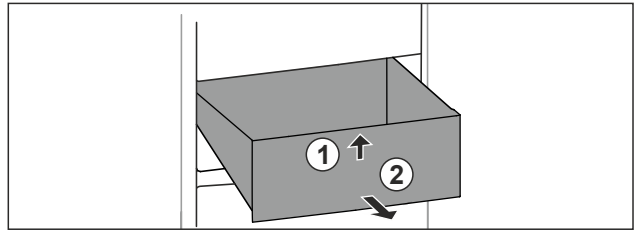

Fig. 26
- Soulever la partie avant du tiroir. Fig. 26 (1).
- Retirer le tiroir par l'avant. Fig. 26 (2)